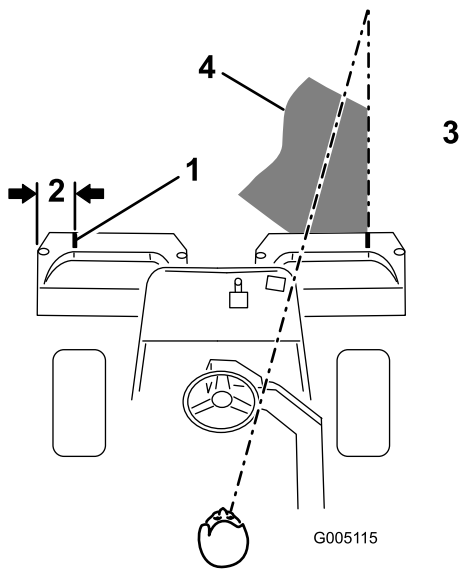

图 12
2. 在每个斗的外沿并行粘一个白色胶带或画一条线(图 12)。